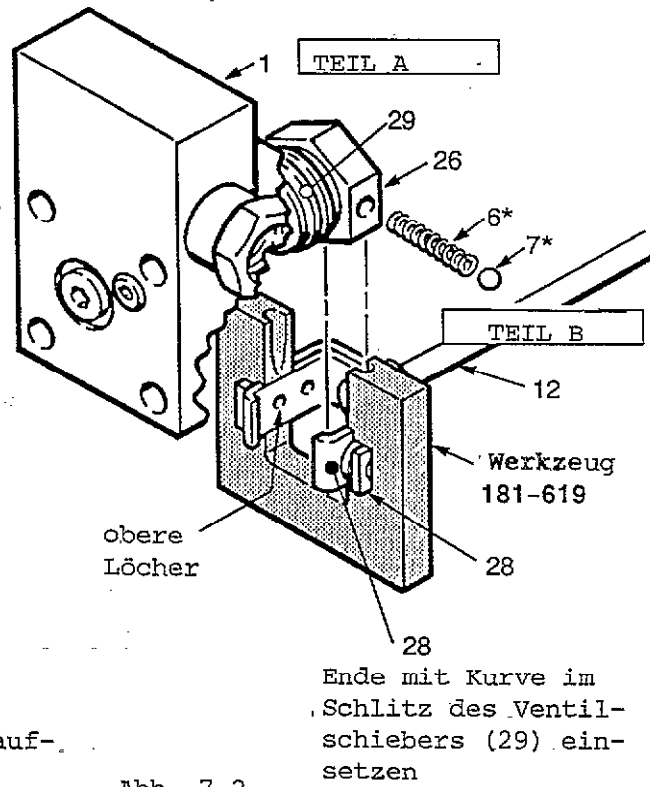

Abb. 7.2.
**ACHTUNG:** Beim Auseinanderbau des Ventilstops (26) und des Ventilschiebers (29) von der oberen Zylinderabdeckung, denselben Reinigungsprozeß durchführen, sowie Primer und Kleber auftragen, wie in Schritt 14 beschrieben.
15. Schraube (3), Scheibe (2) und O-Ring (39\*) von Platte (30) entfernen. Platte anheben und O-Ring (4\*) ersetzen. Neue Teile (39\* + 4\*) des Reparatursatzes verwenden.
17. Kolben (22) mit Schlüssel halten und Kolbenstange (34) montieren, mit 41 bis 54 Nm anziehen.
19. Teil B in die Mitte des Werkzeuges 181-619 führen. Obere Löcher der Klammer (28) mit Mittelpunkt des Werkzeuges ausrichten, siehe Abb. 7.2.
20. Feder (6\*) und Kugel (7\*) in Kugelstop (26) von Teil A einsetzen. Kugelstopeinheit neigen und Kugelstop in Werkzeug einführen. Dabei darauf achten, daß die Kugel in den abgerundeten Schlitz des Werkzeuges gleitet. Die andere Kugel an das andere Ende der Feder setzen und mit Daumen andrücken. Beim gleichseitigen Drehen des Kugelstops (26), bis die Feder in horizontaler Lage ist und die Kugeln an ihrem Platz bleiben, siehe Abb.7.2.
21. Daumen an Ventilstop (26) anlegen und Boden des Werkzeuges mit den anderen Fingern ergreifen, dann beide Teile zusammendrücken. Dabei darauf achten, daß die Kugeln (7\*) in die unteren Löcher der Führungsklammer (28) einrasten und die kurzen Enden der Führungsklammer in dem Ventilschieber (29) sitzen, siehe Abb.7.2 Werkzeug über Stange (12) ziehen.